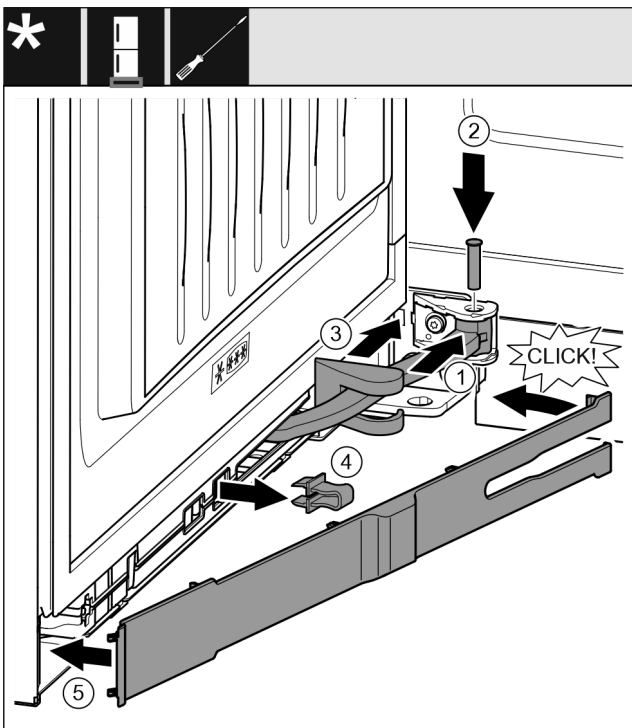

Fig. 47
- ▶ Gelenk in Aufhängung drehen. Fig. 47 (1)
- ▶ Bolzen mit einem Schraubendreher T15 in Aufhängung und Gelenk einsetzen. Dabei darauf achten, dass der Rastnocken korrekt in der Nut sitzt. Fig. 47 (2)
- ▶ Lagerbockabdeckung entlang des Gelenks schieben und über der Aufhängung montieren. Fig. 47 (3)
- ▶ Sicherung abnehmen. Fig. 47 (4)
- ▶ Blende griffseitig ansetzen und einschwenken. Fig. 47 (5)